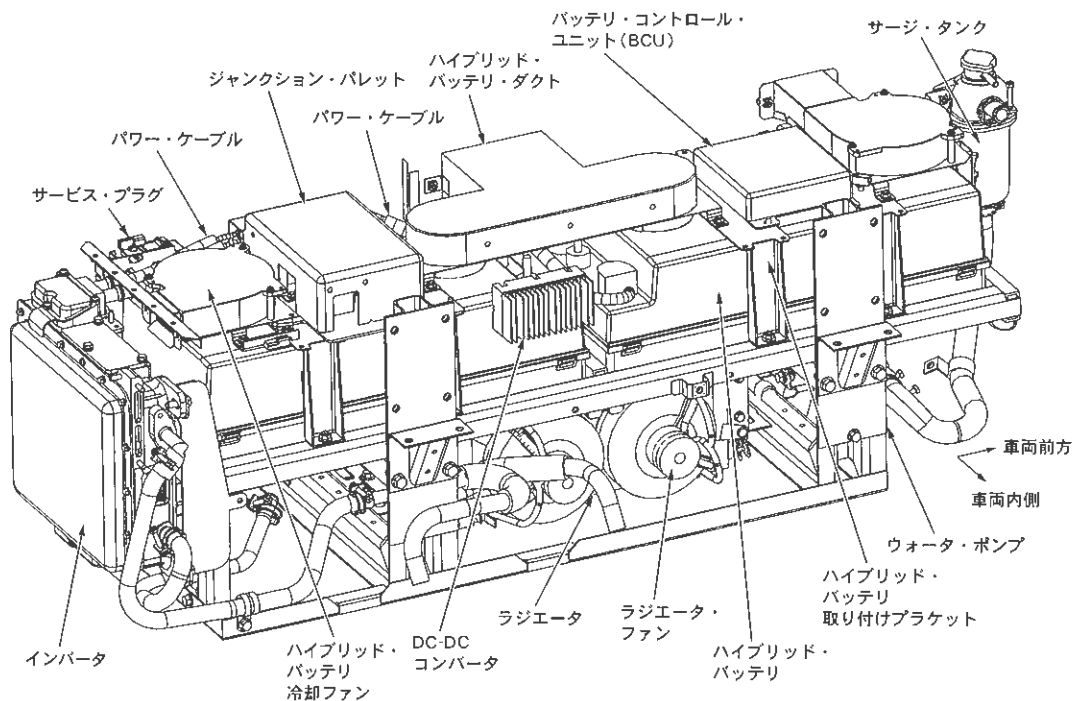

図 I-4 ハイブリッド・ユニット・ボックス回りの配置図
(2) ハイブリッド・ユニット・ボックス回りの配置図(図 I-4)